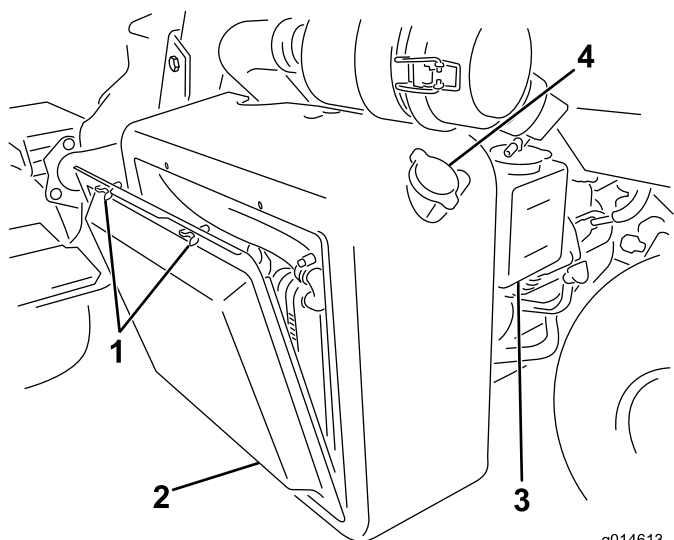
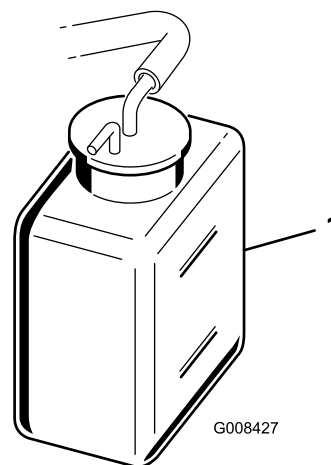

Figura 50
Figura 51
1. Retire o painel do radiador (Figura 50).
2. Verifique o nível do líquido de arrefecimento do motor (Figura 50 e Figura 51).